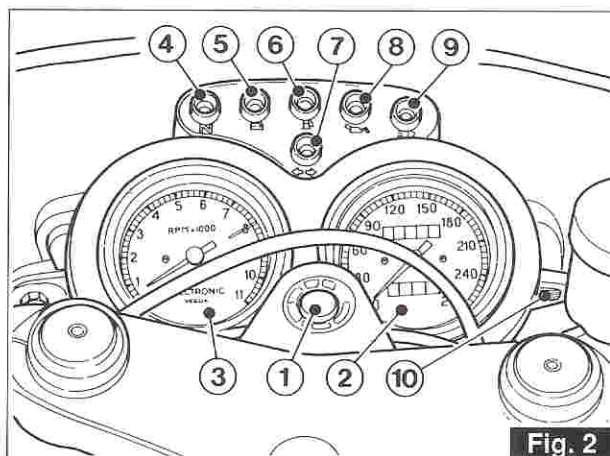

Fig. 2
3.1 QUADRO DI CONTROLLO (fig. 2)
3.1 CONTROL PANEL (fig. 2)
Con chiave «1» di fig. 2 in posizione «ON», il veicolo è pronto per l'avviamento.
Fermato il motore, ruotare la chiave del commutatore di fig. 2 in posizione «OFF» ed estrarre la chiave dal commutatore.
With the key «1» in fig. 2 in position «ON», the vehicle is ready for starting.
Once the engine has stopped, turn the key switch (fig. 2) in position «OFF» remove the key from the switch.